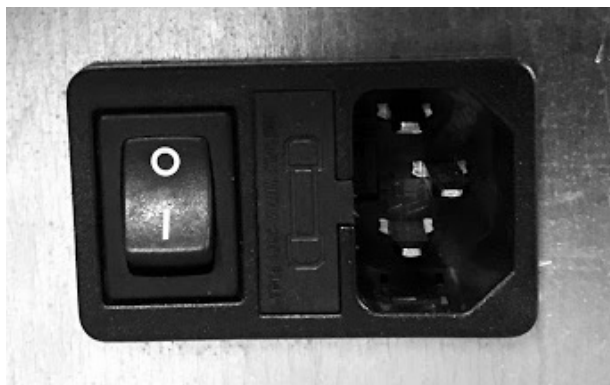

Fig. 32 - Gniazdko prądu z wyłącznikiem głównym
- Kabel zasilający należy najpierw przyłączyć z tyłu pieca (patrz **Fig. 32**), następnie do gniazdka ściennego.
- Wyłącznik główny O/I (patrz **Fig. 32**) należy włączać tylko w celu włączenia pieca, w przeciwnym razie wskazane jest, aby był wyłączony.